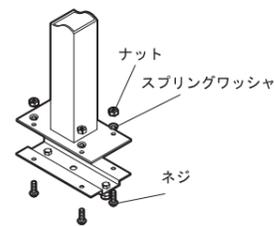

図2. ブラケットB固定方法
- 付属の取付けブラケットBを図2のように付属のネジ（M6×20mm）とスプリングワッシャー及びナットを使い、しっかりと固定してください。